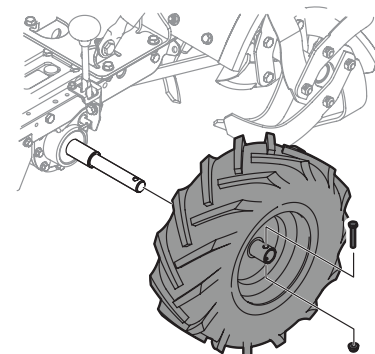

Figura 25
4. Retire la rueda del lado izquierdo quitando la tuerca y el perno del eje de la rueda. Consulte la Figura 25.